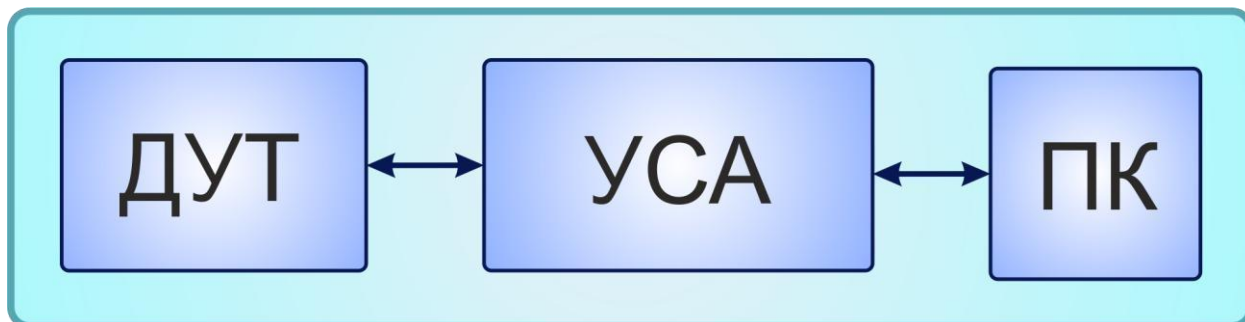

Рисунок 15 – Схема подключения ДУТ к ПК
4. Подключить датчик к ПК в соответствии с рис. 15.